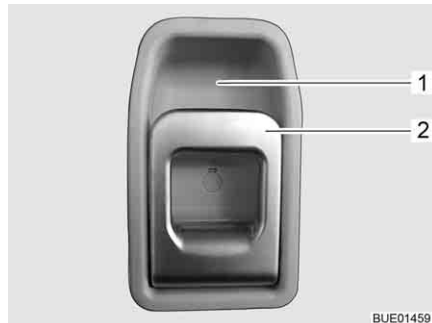

Bild 47 Türschloss Eingangstür, innen
- Am Griff (Bild 47,2) ziehen. Das Türschloss wird entriegelt.
- Den Griff (Bild 47,2) oben in Richtung Griffschale (Bild 47,1) drücken.